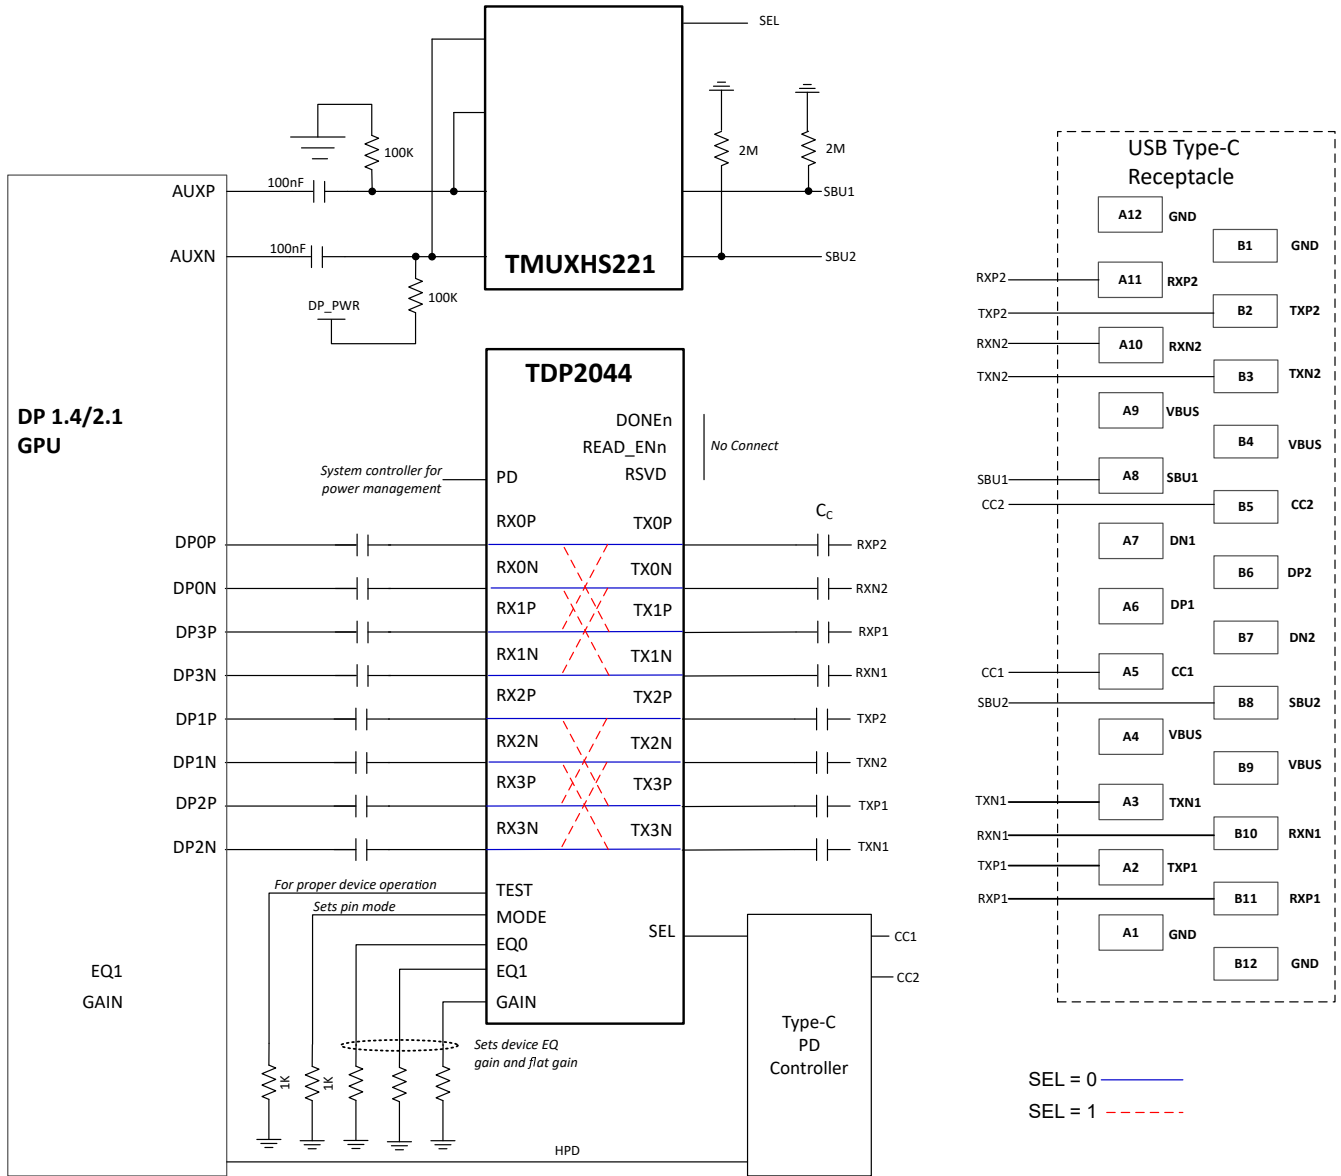

图 7-2. USB-C 交替模式源应用的简化原理图
TDP2044 为四个 DP 主链路通道以及 4:4 交叉点 (通道重定向) 功能提供信号调节。该器件是一款线性转接驱动器，与 DP 链路训练无关。显示源和接收端之间的 DP 链路训练协商通过该器件有效实施。转接驱动器与无源布线、电缆和其他通道元件一起成为电气通道的一部分，从而产生理想的源和接收端参数，进而优化电气链路。图 7-2 显示了使用 TDP2044 在源应用中实现 USB Type-C DP 交替模式的 DisplayPort 应用的简化原理图。USB 电力输送 (PD) 器件根据 USB Type-C 电缆插头位置控制交叉点多路复用器极性信号 SEL。
DisplayPort 边带信号 AUXp,n 和 HPD 被旁路。一个诸如 TMUXHS221 之类的外部多路复用器可为 SBU 信号提供翻转功能，如 图 7-2 中所示。利用 PD 引脚，反相 HPD 信号可用于控制器件待机运行；但必须对 HPD 中断信号进行适当的滤波。